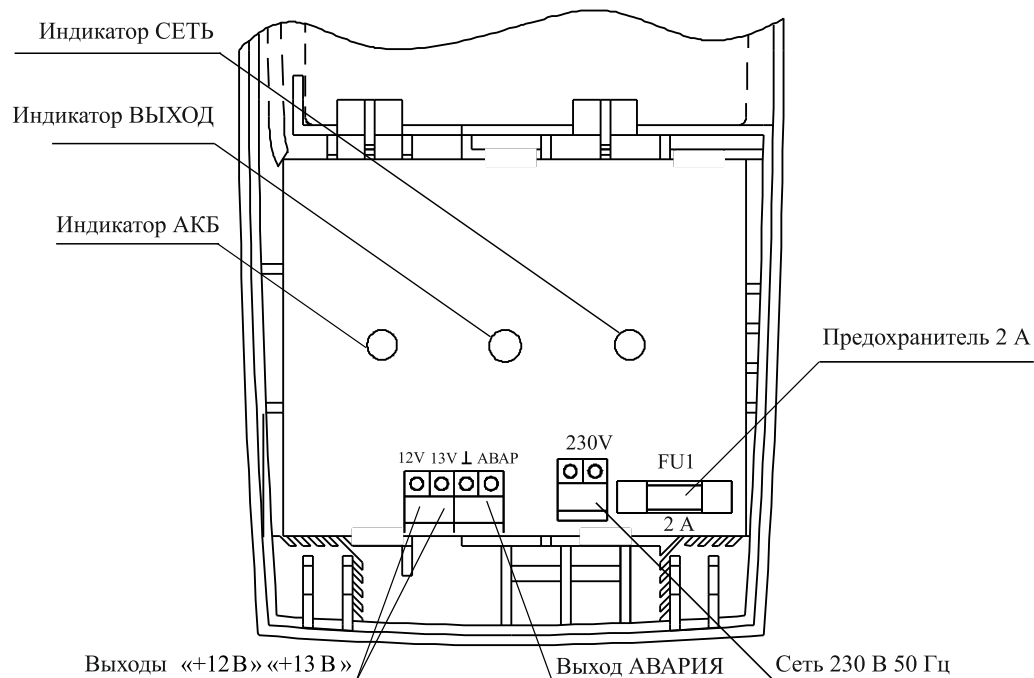

Рисунок 3- Обозначение клемм и места установки предохранителей.
- 6.4 Подключение соединений производится в следующей последовательности (см. рисунок 3):